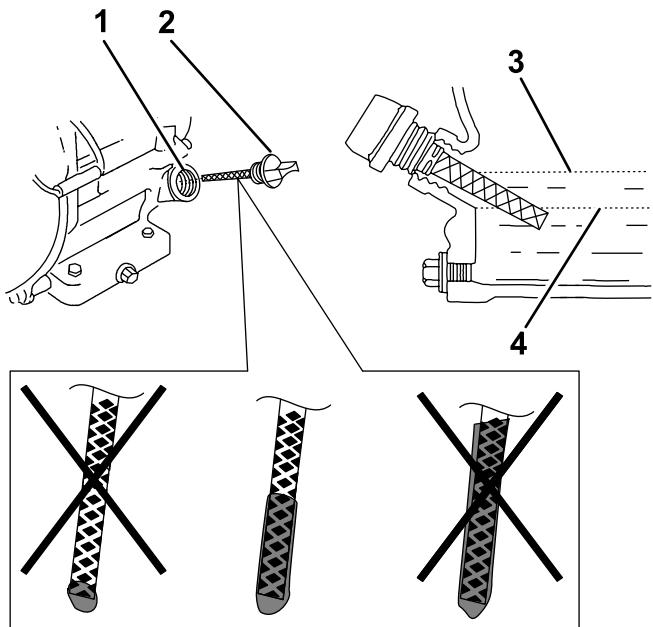

Figure 28
- Sortez la jauge (Figure 28) et versez lentement de l'huile par l'orifice de remplissage jusqu'à ce qu'elle atteigne le repère supérieur (bord inférieur de l'orifice de remplissage) sur la jauge.